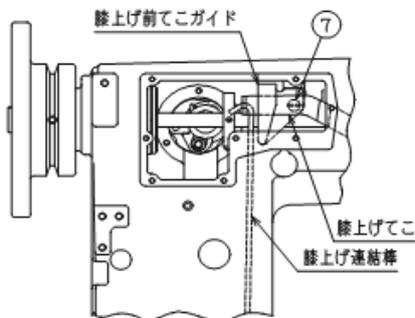

Fig.17
膝上げ前てこガイド止めねじ⑦(1ヶ所)を緩めて、膝上げ前てこガイドを外します。(Fig.17)
膝上げてこに掛っている膝上げばねを外し、膝上げてこ段ねじ⑧(1ヶ所)を緩めます。この後、膝上げてこ端部穴にはまっている膝上げ連結棒を膝上げてこから外し、膝上げてこ及び膝上げ連結棒をアーム内から取外します。(Fig.17、18)